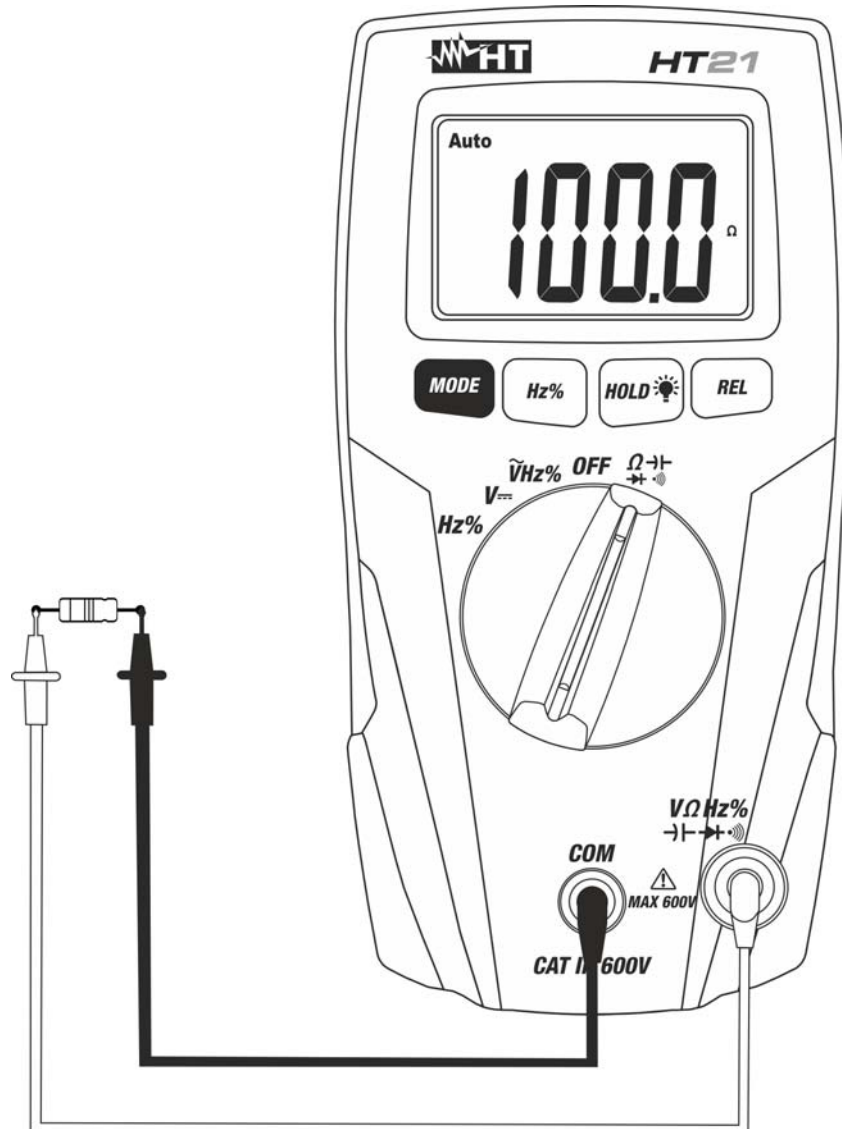

Fig. 4: Uso dello strumento per misura di Resistenza e Test Continuità
3. Posizionare i puntali nei punti desiderati del circuito in esame (vedere Fig. 4). Il valore della resistenza è visualizzato a display